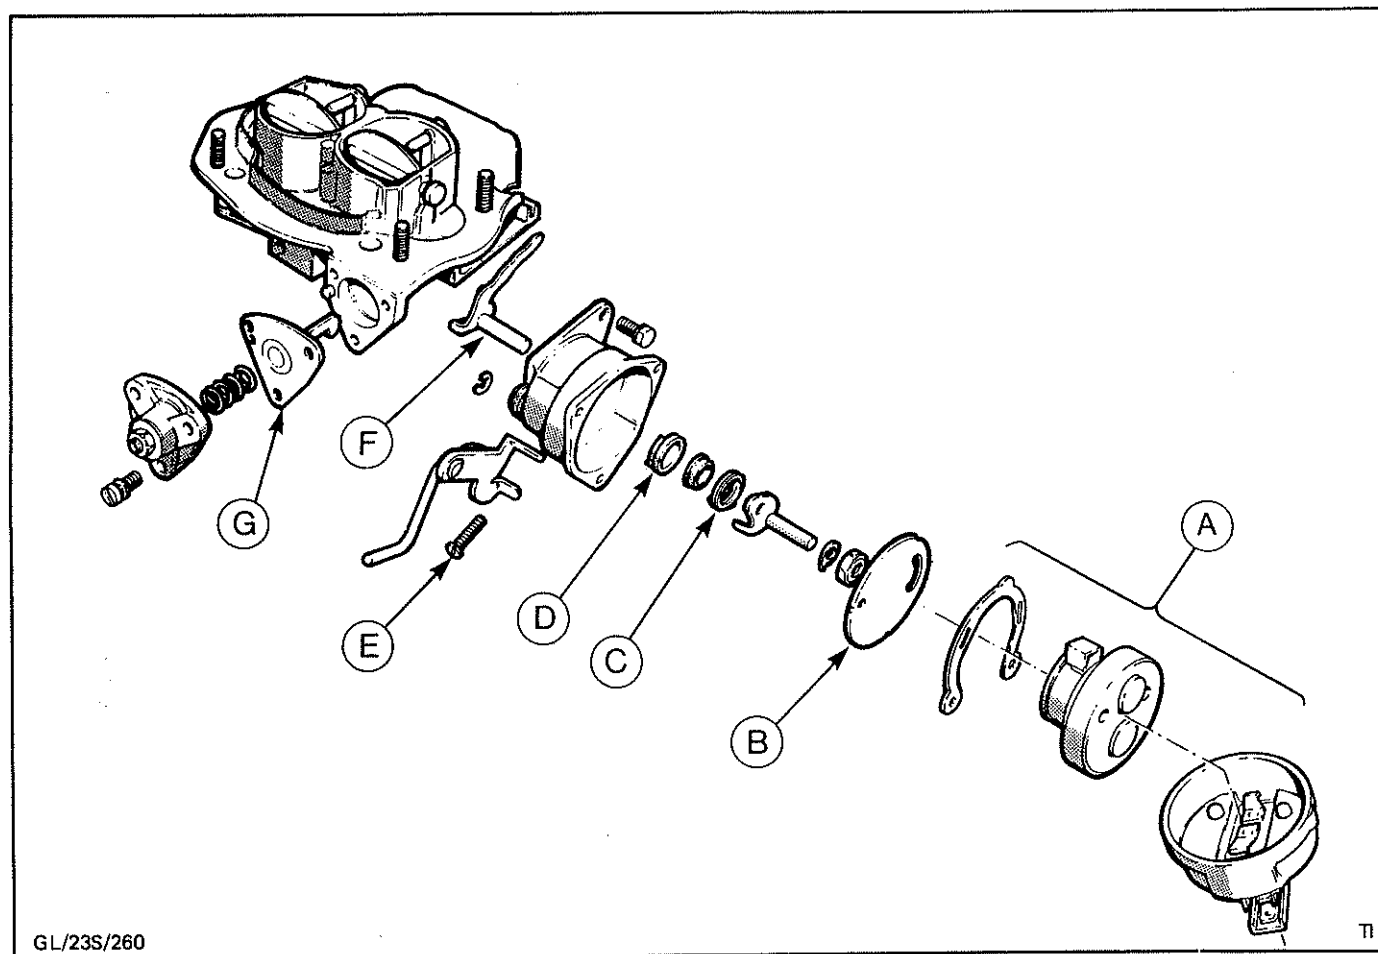

Abb.48 Startautomatik zerlegt
9. Sicherungsblech aufbiegen, Mutter entfernen und Startautomatik zerlegen, Abb.48.
12. Alle Einzelteile der Startautomatik gemäß Abb.48 zusammenbauen.